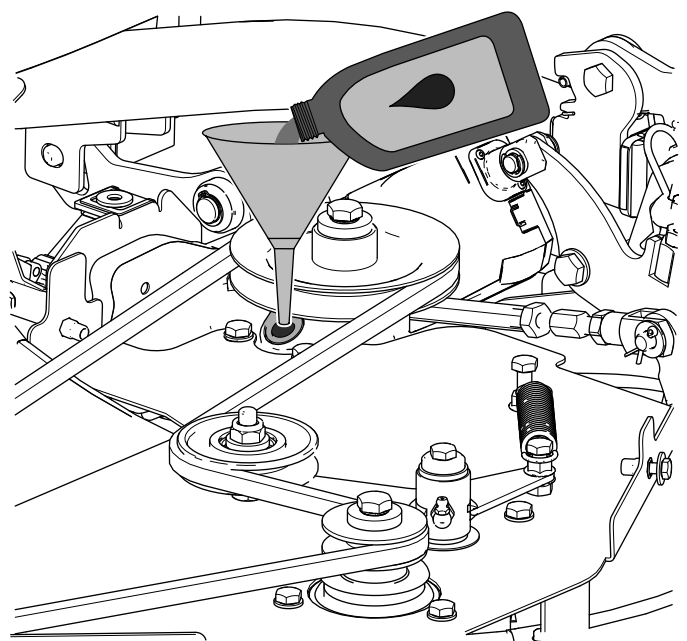

Figura 97
2. Aggiungete con un imbuto l'olio specificato nella scatola ingranaggi tramite il foro del tappo (Figura 97).